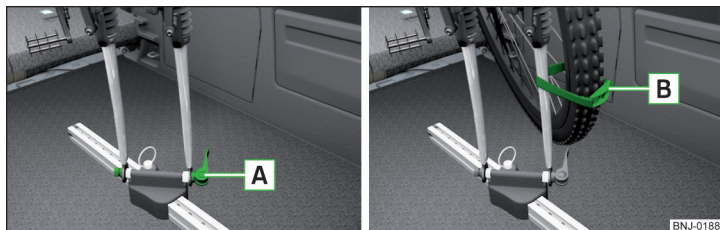

Fig. 108 Introducerea furcii din față a bicicletei în suport/exemplu de fixare a roții față
- Desprindeți elementul de fixare rapidă **A** » fig. 108 de pe suport și reglați corespunzător lățimea furcii roții bicicletei.
- Fixați roata din față cu centura **B** pe furca din față » fig. 108 sau pe cadrul bicicletei.